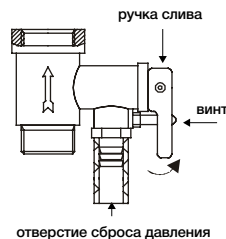

Рис. 10
6. Чтобы правильно слить воду из внутреннего бака, надо воспользоваться сливным отверстием (только для серии RS2) (для этого открутите заглушку, закрывающую сливное отверстие), также воду можно слить через комбинированный предохранительный клапан (рис. 10) (для этого открутите винт ручки слива комбинированного предохранительного клапана и переведите ручку слива в верхнее положение, при этом кран выхода горячей воды должен быть открыт, а кран подачи холодной воды в водонагреватель должен быть перекрыт).